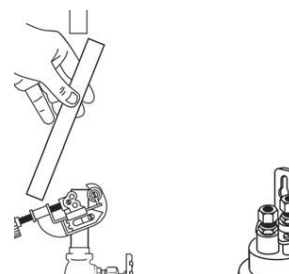

Figure 7
7. Couper l'alimentation en eau froide et ouvrir le robinet afin d'évacuer la pression du système. Couper la tubulure d'eau froide en utilisant un couteau ou couteau à lame escamotable. Ne pas utiliser de scie à métaux, etc. Placer un récipient sous le tuyau pour recueillir l'eau qui pourrait s'écouler (figure 7).